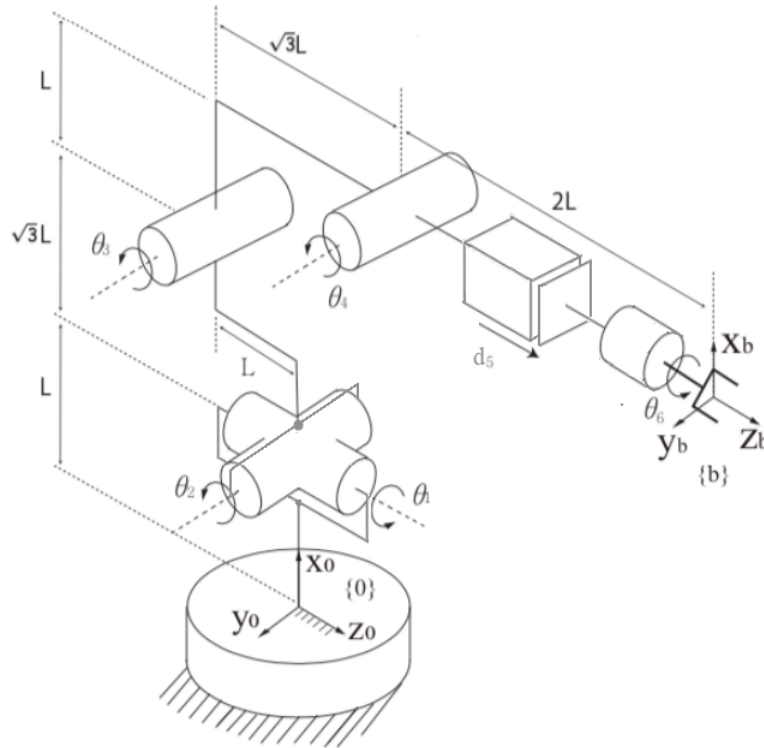

Figura 3: Robot URRPR DE 6 GDL.
3. Dado el manipulador de la Figura 3: